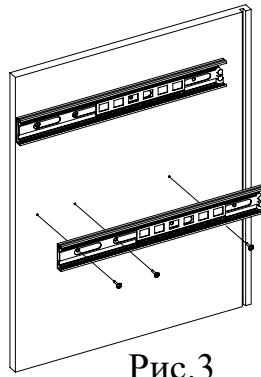

Рис.3
3. Разделить телескопические направляющие с помощью боковых фиксаторов (пластиковые усики) и прикрутите с помощью шурупов 3,5x16 к деталям 1, 2 и 3 (Рис.3).